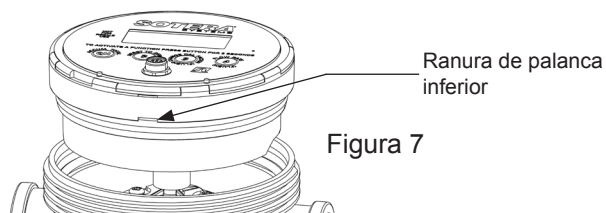

Figura 7
3. Inserte un destornillador con cabeza fresada en la ranura inferior (consulte la Figura 7) y ejerza un poco presión en la cubierta del medidor (elemento 6).